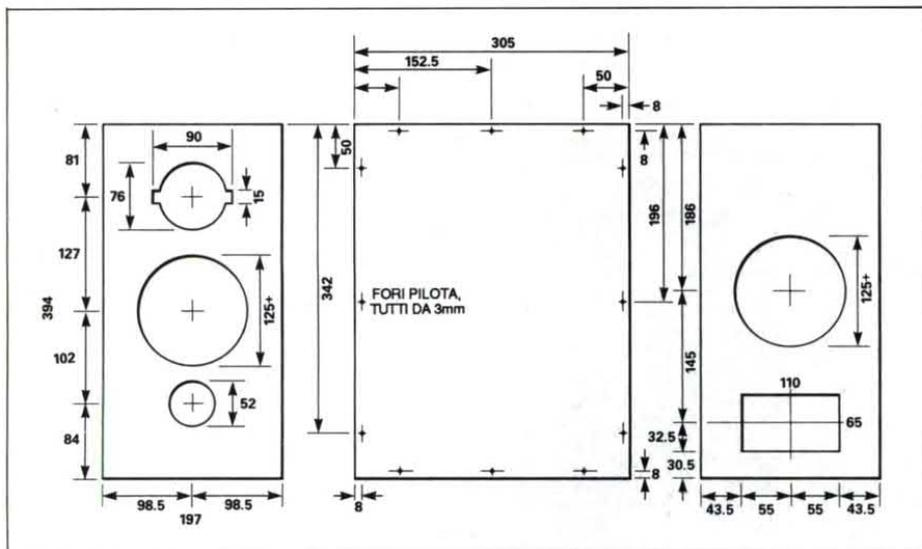

Figura 8a. Disegno quotato di una cassa acustica.
faranno risparmiare parecchio lavoro. La Figura 8a mostra i particolari del taglio dei pannelli. Iniziare praticando i fori di montaggio del B110 sul pannello posteriore. Utilizzare la dima e le viti fornite con l'altoparlante. Dopo il foro per l'altoparlante, praticarne uno da 10 mm accanto al bordo, per lasciar passare il cavo di collegamento. Montare l'altoparlante, usando gli accessori compresi nella fornitura: osservare che il montaggio avviene con il magnete rivolto verso l'esterno, cioè alla rovescia. Infilare l'altoparlante dal lato interno della cassa, fissandone la cornice al pannello, con la guarnizione. Insieme al foro per l'altoparlante, praticare anche la finestra per la piastra dei collegamenti, che verrà fissata mediante viti autofilettanti. Mettete ora da parte questo pannello e proseguire la costruzione della cassa. Nel prototipo, i diversi pannelli erano incollati ed avvitati tra loro. La cassa è stata progettata in modo che i pannelli siano autoportanti, senza necessità di costolature. Spalmare Bostik su entrambi i piani di commessura, attendere 15 minuti per l'evaporazione del solvente ed unire le due parti. Per fissare tra loro i pannelli, ci vuole un notevole numero di viti (48). Marcarne le posizioni e praticare una serie di fori pilota da 3 mm, che dovranno essere svasati. Per evitare vesciche alle mani, è opportuno investire una certa somma in una serie di blocchetti giraviti di diverse misure, da montare sul trapano. Dopo aver unito tra loro tutti i pannelli, praticare i fori per gli altri due trasduttori. Il B110 frontale è montato come quello posteriore, tranne per il fatto che punta nella giusta direzione. Il tweeter è fissato con quattro viti autofilettanti lunghe 12 mm, a testa tonda. Praticare il foro per lo sfiatatoio e montarlo. Saldare i trasduttori al circuito stampato. Il woofer ed il tweeter frontali sono collegati in fase, mentre il woofer posteriore è collegato in parallelo, ma con polarità contraria rispetto a quello anteriore: un errore di fase nei collegamenti farebbe scomparire l'e-